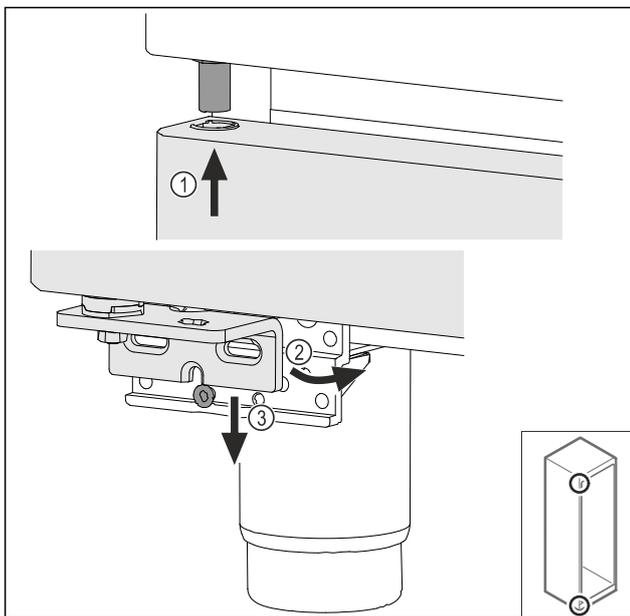

Fig. 39
- ▶ Inserte la puerta desde arriba ligeramente inclinada Fig. 39 (1), ponga derecha la puerta Fig. 39 (2) e insértela abajo sobre el tornillo del soporte del cojinete Fig. 39 (3).